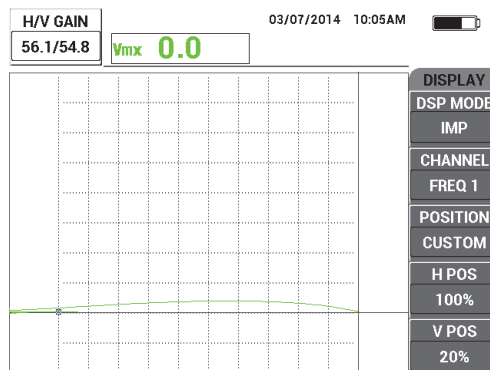

Abbildung 5-42 Verringern von VERST zur Anpassung des Signals
3. Legen Sie die Scheiben (4 mit einer Dicke von 0,5 mm oder 2,0 mm) gestapelt auf den Justierkörper und drücken Sie die Sonde fest auf die Scheiben. Drücken Sie die Direktzugriffstaste **GAIN (dB)**, um die Verstärkung zu verringern bis der Punkt die Grenze der linken Seite des Rasters von 10×10 erreicht (0 % horizontal) (siehe Abbildung 5-42 auf Seite 168).